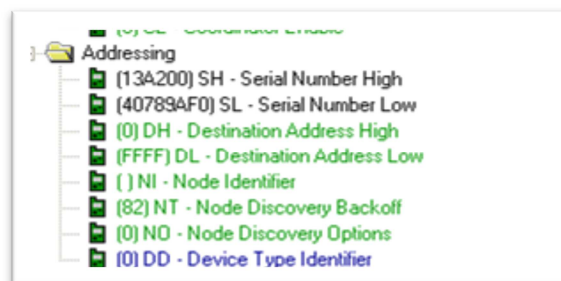

Figura 3.9 Parámetro DD
4. En el parámetro Addressing seleccionar la opción DD y elegir el valor 0. Como se tiene en la Figura 3.9. Esto es para no tener problemas al momento de descargar el firmware 1061.